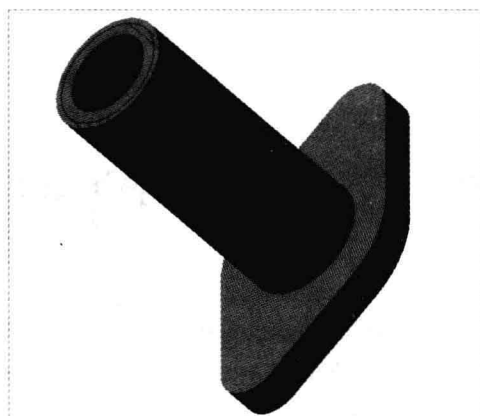

图 6-96 创建修饰螺纹
Step 06 单击“应用并保存在工具中所做的所有更改，然后关闭工具操控板”按钮, 即可创建修饰螺纹，如图 6-96 所示。